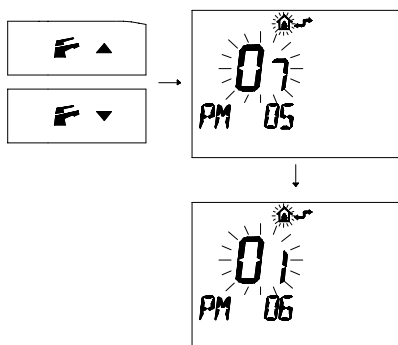

Figura 8.8
- Premere i pulsanti  e  per visualizzare la programmazione "**PM06**" *settaggio gas fase 2* (Figura 8.8)
- Il SET programmato che lampeggia **01** indica che la caldaia è predisposta per funzionare con gas **Metano (G20)** (Figura 8.8)